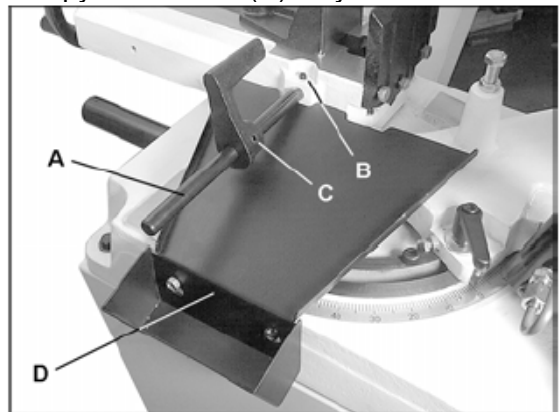

Рис.4
Установите стержень концевого упора (А, рис.4) в основание станка и зафиксируйте его винтом (В).
Стружкосборник (D) может быть установлен как показано на рис.4